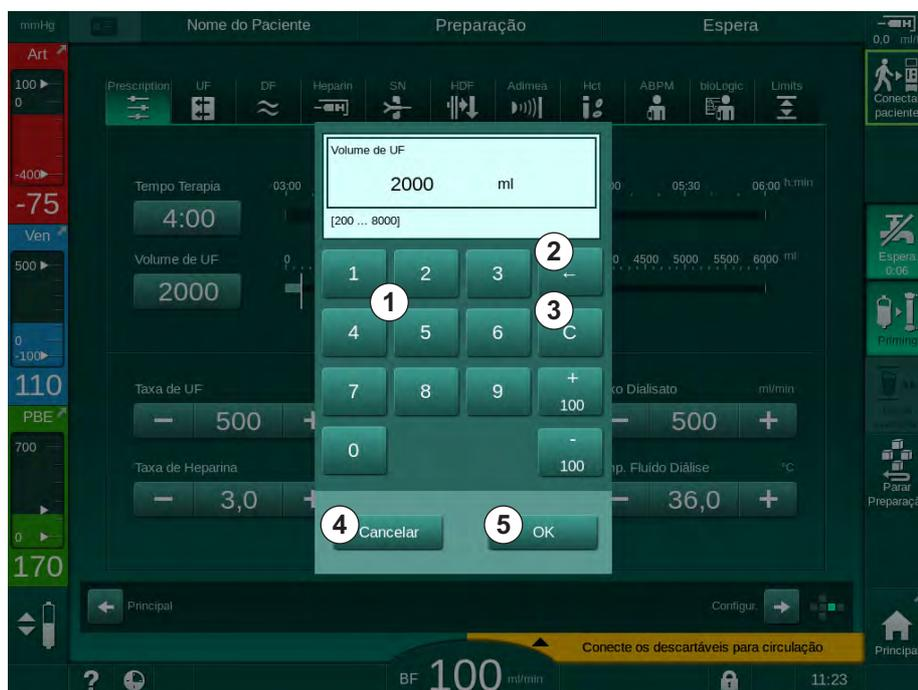

Fig. 3-19 Alteração de parâmetros
2. Toque no ícone para alterar o grupo do parâmetro (exemplo em Fig. 3-19: dados da prescrição).
3. Toque no valor a ser alterado (exemplo em Fig. 3-19: Volume UF 2000 ml).
As etapas permitidas são pré-definidas e estão indicadas no botão (em Fig. 3-19: -100 ml).
As etapas permitidas são pré-definidas e estão indicadas no botão (em Fig. 3-19: +100 ml).
A faixa de configuração permitida é especificada em parênteses abaixo do valor numérico (em Fig. 3-19: [100 ... 10000]).